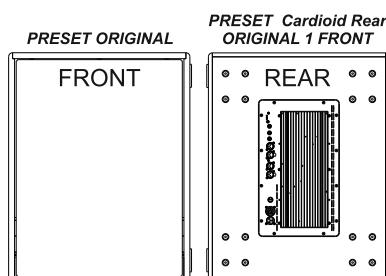

Fig.1
**CARDIOID REAR ORIGINAL 1 FRONT:** preset da utilizzare in sistemi con due subwoofer; nel diffusore rivolto verso l'audience impostare il preset ORIGINAL. (fig1)
**CARDIOID REAR ORIGINAL 1 FRONT:** préréglage à utiliser dans les systèmes disposant de deux subwoofers; dans le diffusore tourné vers l'audience, configurer le préréglage ORIGINAL. (fig1)